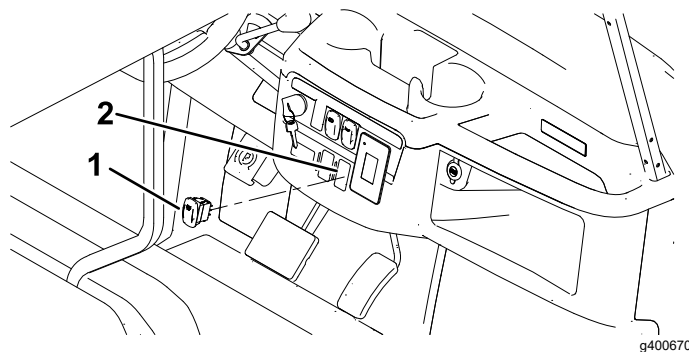

図 4
7. 図 4 のように、ダッシュボードからスイッチ用プラグを取り外す。
8. ビーコンのスイッチをはめ込む 図 4。